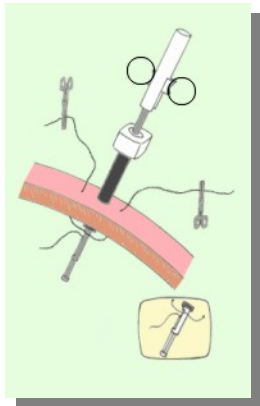

Figura 5
5) Reintrodurre la punta dello strumento in cavità peritoneale. Manovrando sul cursore a doppio anello portare lo strumento in posizione di "chiuso" onde possa essere estratto dal tre quarti e pronto ad essere introdotto per il punto successivo in un altro tre quarti. Ripetere le manovre precedenti (Figura 5).